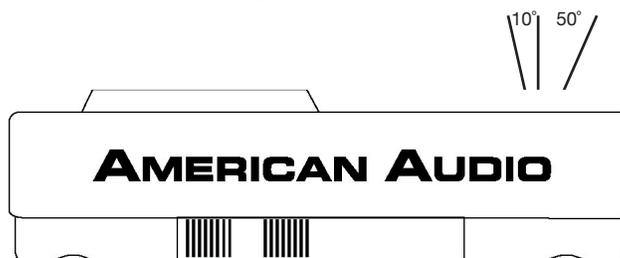

Figura 2
- Dado su diseño, el visor LCD puede observarse desde cualquiera de los ángulos que se ilustran en la Figura 2.